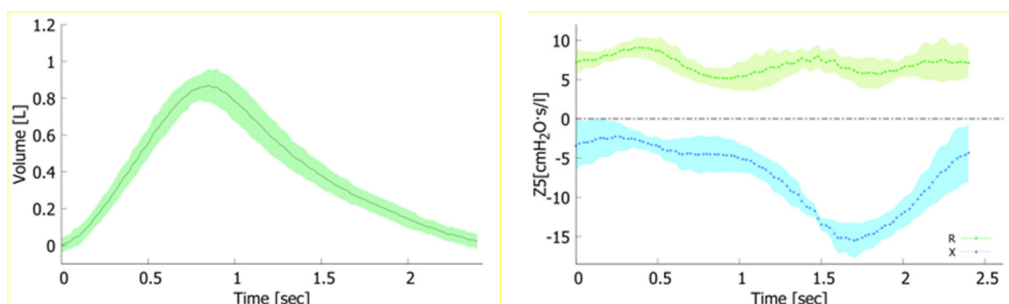

Figura 55 - SINISTRA: Volume corrente medio e deviazione standard.
- *File .tr*: contiene i tracciati medi di Volume, Resistenza, Reattanza e la loro deviazione standard rispetto al tempo (Figura 55). I tracciati vengono ricampionati. La prima colonna è la Base temporale, la seconda e la terza colonna rappresentano la media e la deviazione standard della Resistenza, la quarta e la quinta colonna indicano la media e la deviazione standard della Reattanza, la sesta e la settima colonne si riferiscono alla media e deviazione standard del Volume corrente.